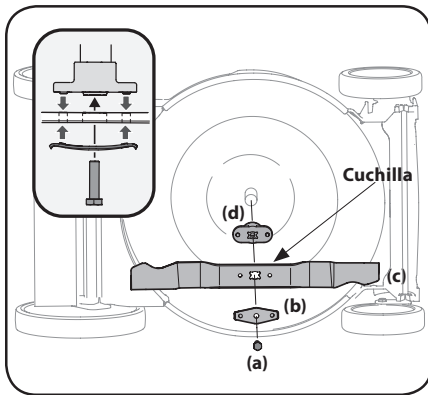

Figura 4-3
3. Retire el perno (a) y el soporte de la cuchilla (b) que sostienen la cuchilla y el adaptador al cigüeñal del motor. Consulte la Figura 4-3.
4. Saque la cuchilla (c) y el adaptador (d) del cigüeñal. Consulte la Figura 4-3.
6. Lubrique el cigüeñal del motor y la superficie interna del adaptador de la cuchilla con aceite ligero. Deslice el adaptador de la cuchilla (d) sobre el cigüeñal del motor. Instale la cuchilla en el adaptador con el lado marcado "Grass Side" (lado del césped) (o con el número de parte) hacia el piso cuando la cortadora de césped está en posición de funcionamiento. Asegúrese que la cuchilla quede alineada y asentada en las bridas del adaptador. Vea el recuadro de la Figura 4-3.